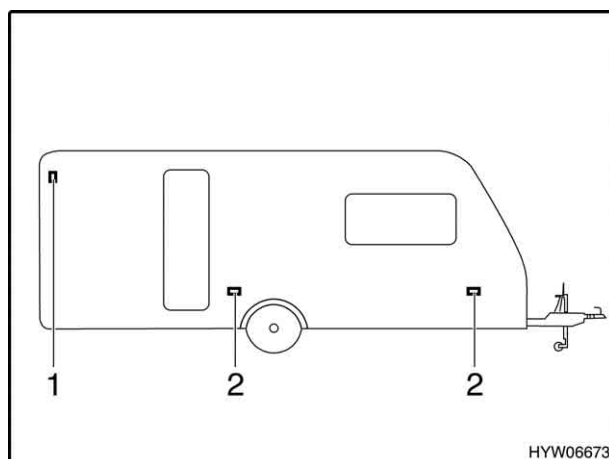

Fig. 120 Luci laterali
- Svitare le viti degli involucri (Fig. 120,2).